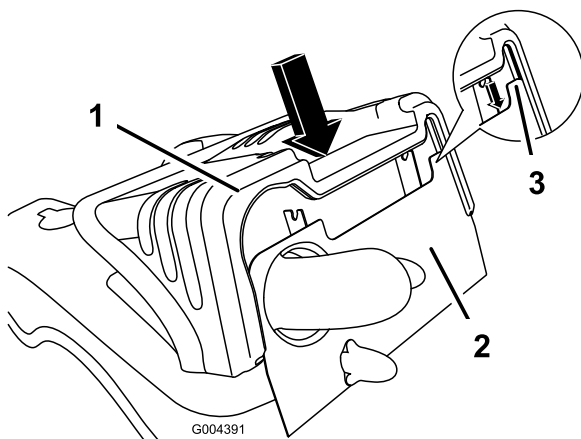

Figura 29
1. Per montare il cofano allineate l'intaglio del cofano con il telaio, e abbassate con cautela il cofano sul telaio (Figura 29). Prima di premere il cofano del motore, verificate che il telaio sia inserito correttamente nell'intaglio presente sul cofano. Premete con cautela per inserire il perno di fissaggio.